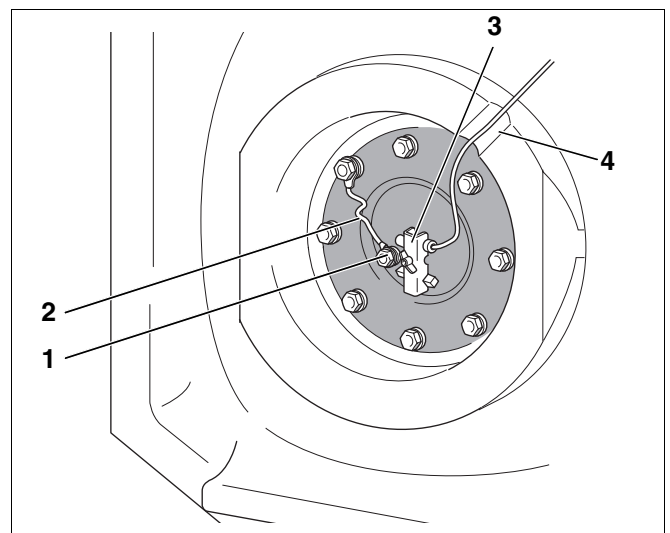

Abb. 10 Anschluss der Magnesiumanode prüfen
- Fühlerleitung durch die Aussparung im Wärmeschutz (Abb. 10, **Pos. 4**) zum Handlochdeckel führen.
- Temperaturfühler entsprechend der geometrischen Form bzw. des Durchmessers in die Fühlerbefestigung (Abb. 10, **Pos. 3**) montieren.
- Prüfen, ob das Massenanschlusskabel (Abb. 10, **Pos. 2**) der Magnesiumanode (Abb. 10, **Pos. 1**) angeschlossen ist.